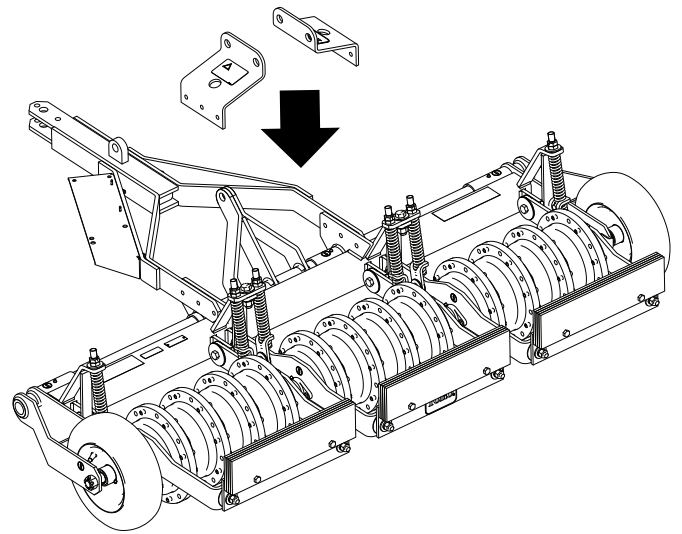

Figura 5
3. Alinee los soportes del aireador como se muestra en Figura 5.